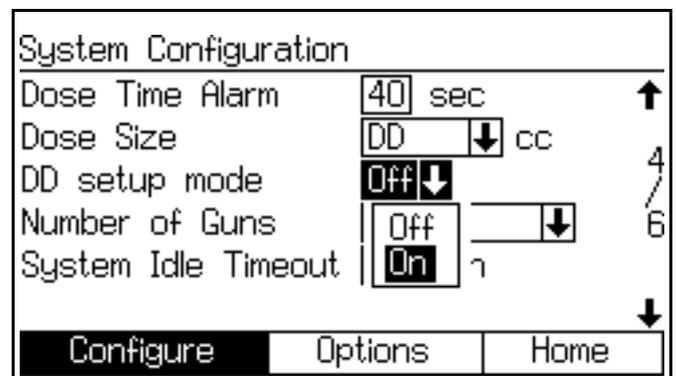

FIG. 108. L'écran de configuration 4, mode de configuration « dosage dynamique » enclenché
3. Sélectionner « DD » dans l'écran 4 de configuration du système rend le mode de configuration DD disponible. Voir FIG. 108. Pour activer le mode de configuration du DD, sélectionnez « On » dans le menu déroulant du mode de configuration du DD. Ceci désactive les alarmes de rapport hors tolérance E-3 et E-4, permettant une configuration et un réglage ininterrompus.